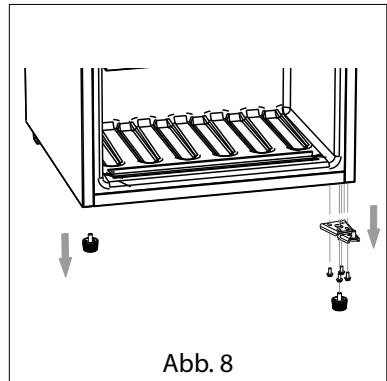

Abb. 8
- ▶ Lösen Sie die vier Halterungsschrauben des unteren Türscharniers (5) mit einem Kreuzschlitzschraubendreher oder einem 8er-Schraubenschlüssel (siehe **Abb. 8**).